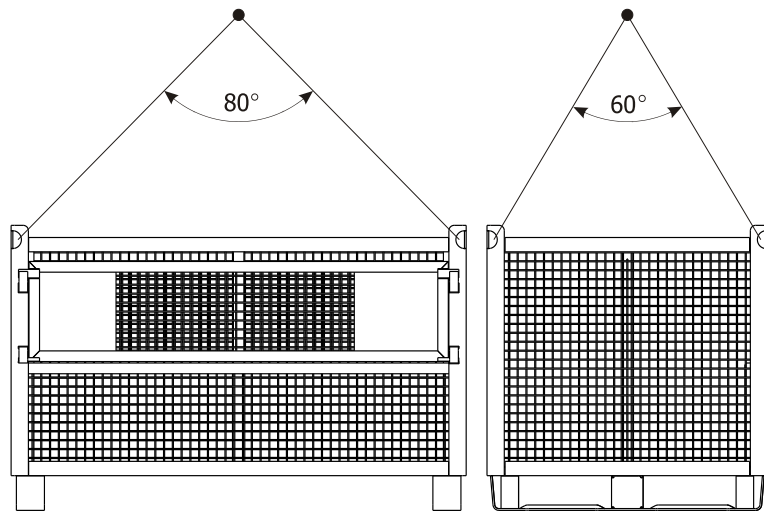

Abb. 77 Hochheben der Behälter mittels Lastträger
2.36 Verwendung des Transportbehälters (Abb. 77 und 78)
4. Der max. Winkel zwischen den Lastträgern soll 80° betragen (Abb. 77)